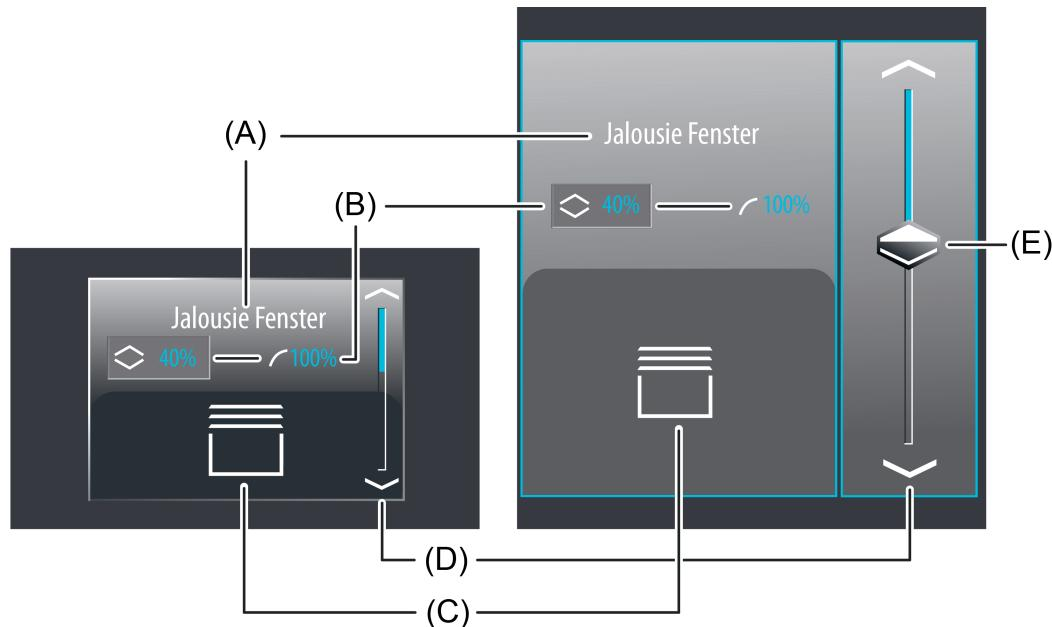

Bild 28: Beispiel für Bedien- und Anzeigeelemente der Funktion "Jalousie Positionierung"
Bei der Auswahlbedienung steht neben den Sensorflächen  $\nwarrow$  /  $\swarrow$  oder  $\langle$  /  $\rangle$  zur Positionierung in die Endlagen oder zur Wertverstellung zusätzlich ein Slider (E) zur Verfügung (Bild 28). Über den Slider ist es möglich, grafisch unterstützt direkt Positionen für Lamellen oder Behanghöhen, je nach Auswahl über die Statuswerte, vorzugeben. Dazu kann der Slider durch Fingerdruck gesetzt oder kontinuierlich gezogen werden. Zum Setzen des Sliders muss der Sliderbereich an der gewünschten Position mit dem Finger berührt werden. Der Slider springt dann unmittelbar an die gewünschte Stelle. Zeitgleich sendet das Gerät den auf diese Weise vorgegebenen Positionswert als Vorgabe auf den Bus aus.
Der Anzeigebereich enthält verschiedene Darstellungselemente (Bild 28), die durch Parameter beeinflusst werden. Jeder KNX Funktion kann in der Konfigurationssoftware eine Bezeichnung vergeben werden (A). Diese Text-Bezeichnung wird im Anzeigeelement zentriert zur Anzeige gebracht, wodurch steuerbare KNX Funktionen für den Anwender kenntlich gemacht werden (z. B. "Jalousie Fenster"). Zusätzlich können unterhalb der Bezeichnung zwei Statuswerte (B) für Behanghöhe und Lamellenposition eingeblendet werden, die entweder abhängig von den Objektwerten der Positions-Rückmeldungen des angesprochenen Jalousieadernaktors oder alternativ direkt abhängig von der Positionsvervorgabe der Bedienelemente Positionsverwerte im Klartext anzeigen ("0...100 %"). Solange nach einem Gerätereset noch keine Rückmeldungs-Objektwerte empfangen oder noch keine Positionsverwerte vorgegeben wurden, zeigen die Statuswerte "---%" an.